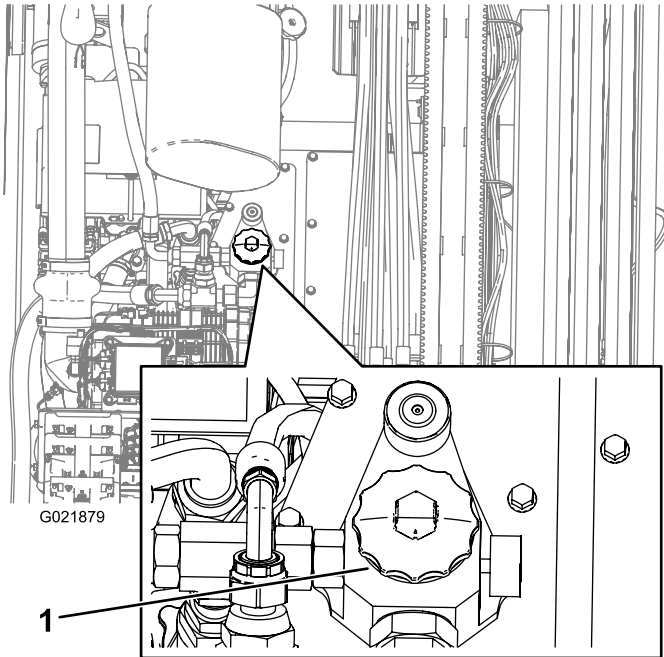

Figure 145
4. Ouvrez le bouchon du réservoir hydraulique (Figure 145).
10. Placez un bac de vidange sous le filtre et enlevez le filtre (Figure 145).